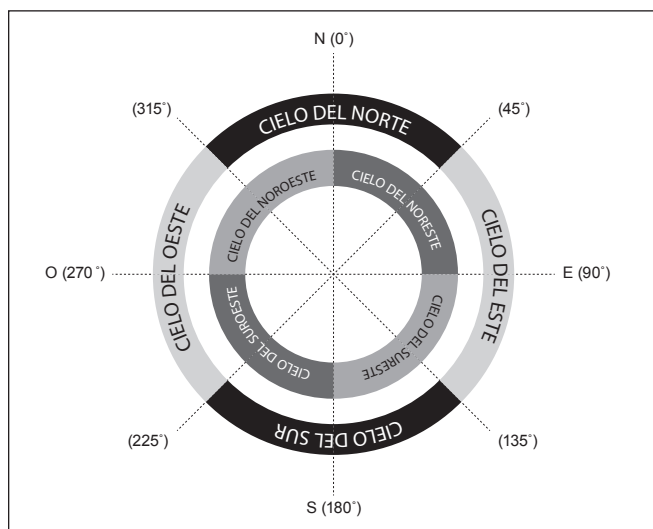

Figura 2. Regiones direccionales del cielo utilizadas en el método de alineación "Estrella más brillante".
2. El controlador de mano le mostrará "Select Region" (Seleccionar región). Consulte la **figura 2** para elegir la región correspondiente a aquella en la que se ve la estrella más brillante del cielo nocturno. Tal vez le resulte útil tener una brújula como referencia durante este proceso. Hay ocho regiones que se solapan entre las que puede elegir, cada una de las cuales cubre un intervalo de 90 grados de acimut. La dirección que elija solo afectará a la selección de la estrella de alineación; seguirá pudiendo elegir objetos para observarlos de todo el cielo cuando finalice la alineación.